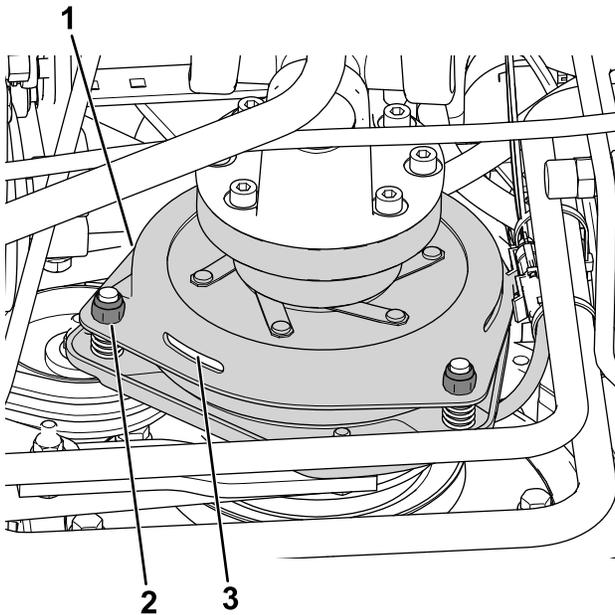

图 80
3. 调整气隙使 0.3mm 的测隙规可以在离合器衬片与摩擦片之间以较轻的压力滑动图 80。
**注意** 顺时针旋转调节螺母可缩小气隙图 80。最大维护气隙为 0.6mm。将所有 3 个气隙均调节至 0.4mm。